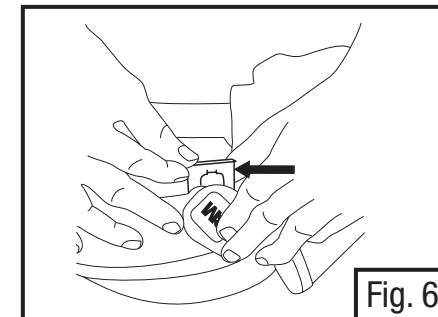

Fig. 6e
- Alinee el marco del visor sobre las ranuras de conexión y deslice el resorte en su lugar. Con el poste y la placa posterior enganchados, el marco del visor debe estar en la posición, totalmente abierto o totalmente cerrado, antes de instalar el resorte (Fig. 6e).